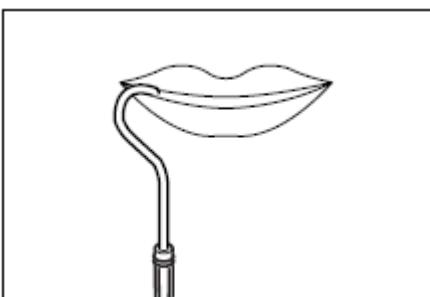

Рис. 12
1. Повесить загубник на угол рта пациента (рис. 12).